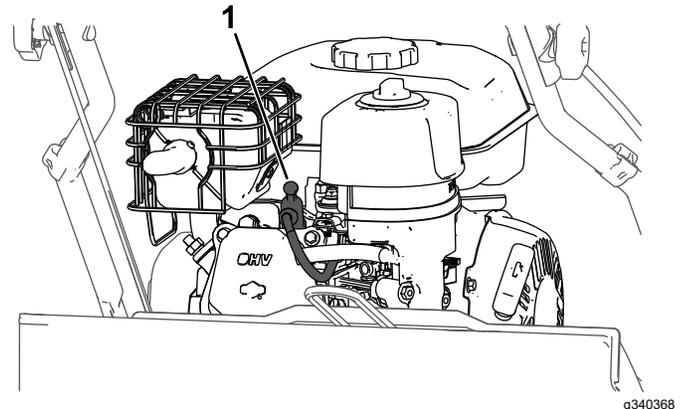

Bild 1
2. Ziehen Sie den Kerzenstecker von der Zündkerze ab (Bild 1).